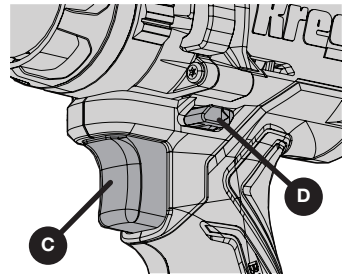

Figura 11
- Para elegir la rotación hacia adelante (horaria), suelte el gatillo de velocidad variable (C) y presione el botón Adelante/Reversa (D) en el lado derecho de la herramienta.
- Para elegir el sentido inverso (antihorario), presione el botón Adelante/Reversa (D) en el lado izquierdo de la herramienta (ver Figura 11).